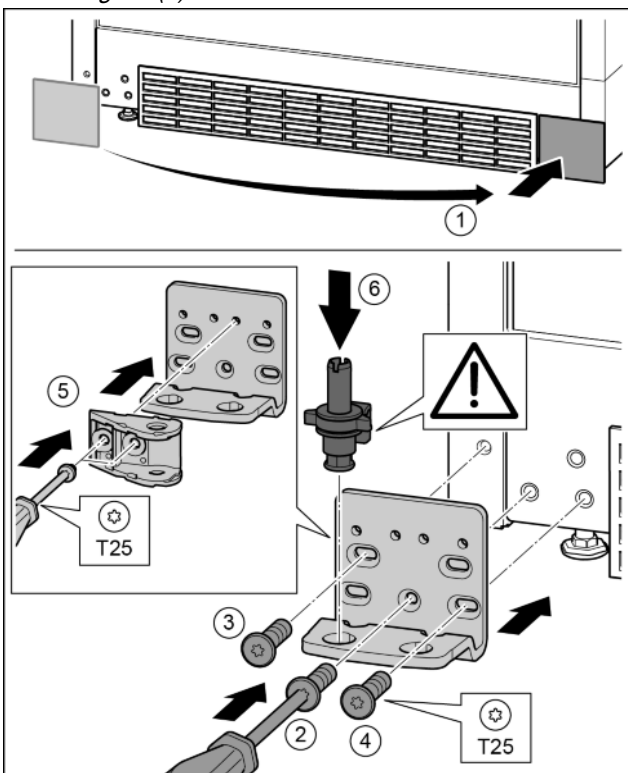

Fig. 30
- ▶ Снять крышку и поставить с другой стороны. Fig. 30 (1)
- ▶ Установить опорный кронштейн с другой стороны и прикрутить с помощью отвертки T25. Начинать с винта 2 в центре. Fig. 30 (2)
- ▶ Затянуть винты 3 и 4. Fig. 30 (3, 4)
- ▶ Повернуть навеску двери на 180°. Прикрутить с другой стороны опорного кронштейна с помощью отвертки T25. Fig. 30 (5)
- ▶ Снова установить опорный палец в сборе. При этом следить за тем, чтобы выступ фиксатора был направлен назад. Fig. 30 (6)